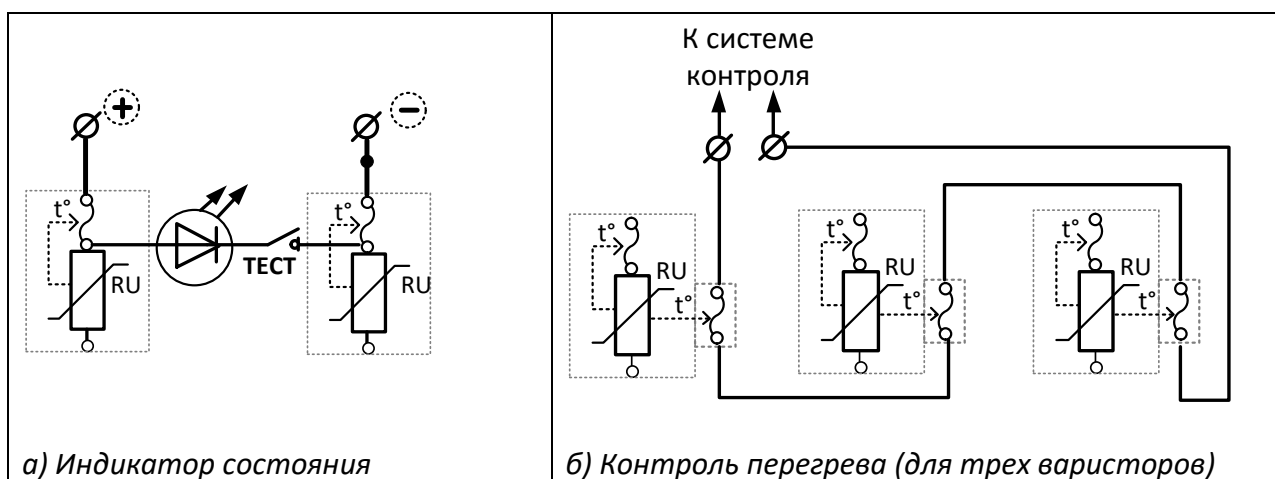

Рисунок 3. Функциональные схемы систем контроля состояния УЗФЭС
1. Светодиодный индикатор состояния, позволяющий контролировать исправность УЗФЭС (тепловой разъединитель не сработал) при подключенной батарее или внешнем источнике питания. Индикатор состояния имеется у всех УЗФЭС, кроме добавочных УЗФЭС-Д. Индикатор работает только при правильной подключенной полярности. Светодиод загорается при нажатии кнопки «тест». При срабатывании любого из тепловых разъединителей светодиод гореть не будет. Характеристики схемы индикации приведены в таблице 1, функциональная схема на рис. 3а